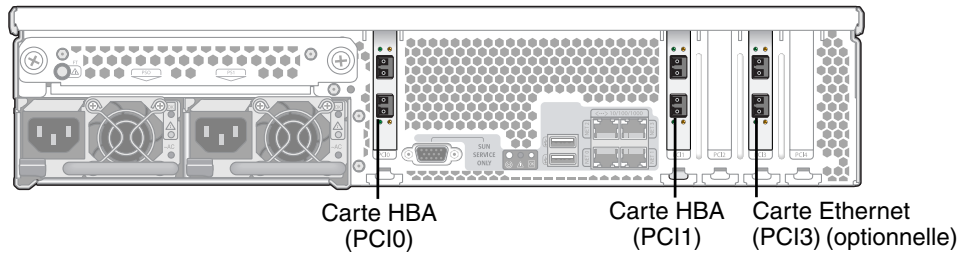

FIGURE 1-3 Panneau arrière d'un Sun StorageTek 5320 NAS Appliance doté de deux cartes HBA
Dans la configuration Sun StorageTek 5320 NAS Cluster Appliance, deux serveurs haute disponibilité (HA) sont vendus par paire et identifiés comme le serveur « -H1 » et le serveur « -H2 » dans leurs numéros de série logiciels. Chaque serveur contient deux cartes HBA à double accès et peut contenir d'autres cartes optionnelles (voir « Options des serveurs pour toutes les configurations », page 7). La FIGURE 1-3 illustre l'arrière du serveur avec deux cartes HBA.